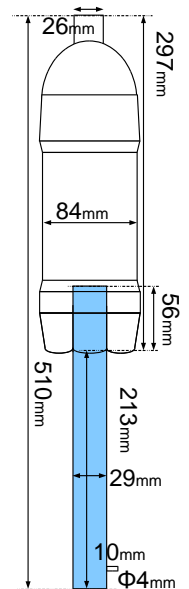

図 9 最も回転したペットボトル
実験 (1) ~ (4) より、ペットボトルを多く回転させるには、慣性を利用しない (水を使い切る)、水位を高くする (ストローを用いる)、水の放出口の数を 1 つとする、放水口となるストローの長さを短くするとよいことが分かった。その結果をふまえて実際に図 9 のようなペットボトルを製作したところ、最大で 242 回転させることができた。